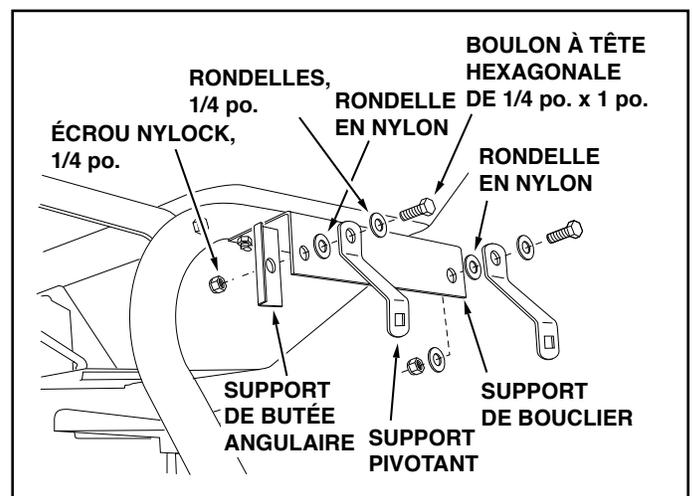

FIGURE 12
22. Fixer une équerre de butée d'angle et un support pivotant au trou arrière du support de bouclier de droite en utilisant un boulon à tête hexagonale de 1/4 po. x 1 po., deux rondelles de 1/4 po., une rondelle en nylon et un écrou nylock de 1/4 po.. Placer le support de butée angulaire à l'intérieur et le support pivotant sur l'extérieur. **Serrer** le contre-écrou de sorte que le support pivotant puisse pivoter librement. Voir la figure 12. Répéter l'étape sur le support de bouclier de gauche.
23. Fixer un support pivotant au trou avant du support de bouclier de droite en utilisant un boulon à tête hexagonale de 1/4 po. x 1 po., deux rondelles de 1/4 po., une rondelle en nylon et un écrou nylock de 1/4 po.. **Serrer** l'écrou de sorte que le support pivotant puisse pivoter librement. Voir la figure 12. Répéter l'étape sur le support de bouclier de gauche.